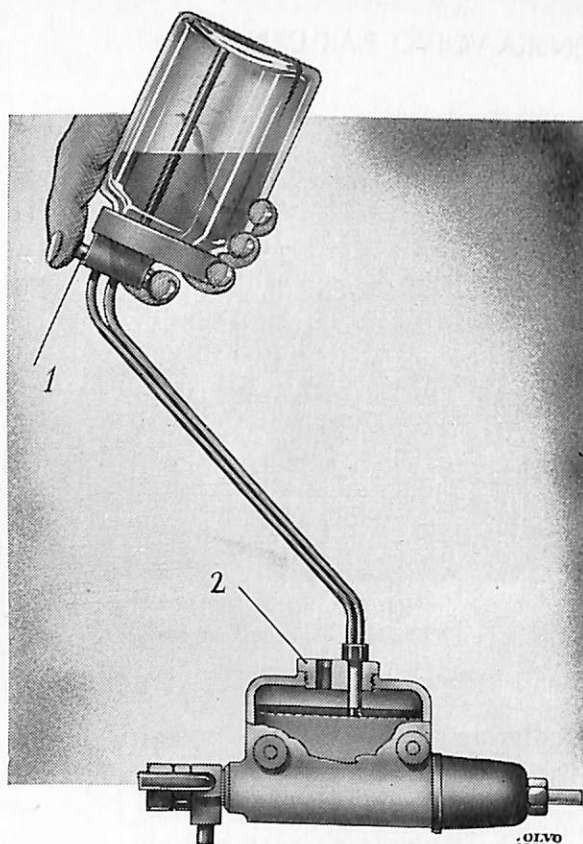

Bild 29. Påfyllning av bromsvätska.
2. Tag bort locket till huvude cylindern. Använd nyckel SVO 1457 för PV 444 A—B och SVO 2384 för PV 444 fr. o. m. C. Fyll vid behov på bromsvätska. Använd helst en speciell påfyllningsflaska enligt bild 29. Skruva därvid i proppen (2) på lockets plats. För ned röret genom det ena hålet i proppen och öppna kranen (1). Flaskan håller sedan vätskenivån konstant och till rätt nivå under luftningen.